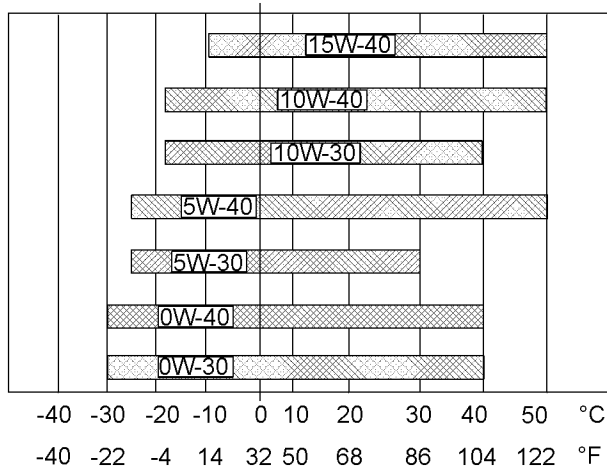

Ilustración 57
Consulte la Ilustración 57 (temperatura mínima) para determinar la viscosidad necesaria del aceite para arrancar un motor frío.
Consulte la Ilustración 57 (temperatura máxima) para seleccionar la viscosidad de aceite para la operación del motor a la temperatura ambiente más alta esperada.
- Consulte las “viscosidades de lubricante” correctas. Consulte la Ilustración 57 para encontrar el grado correcto de viscosidad de aceite para su motor.